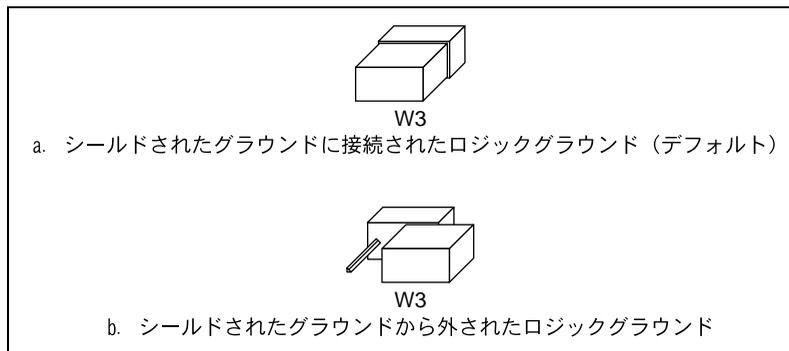

図 2. AT-GPIB/TNT のグラウンド設定ジャンパの設定
2. このジャンパを取り外し、下の図 2 に示されているように、1 本のジャンパピンだけを覆うように差し込みます。